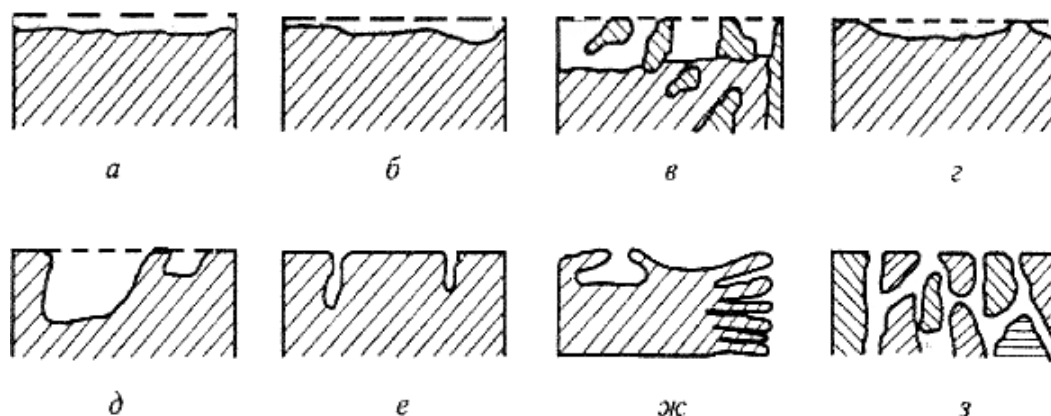

Рисунок 1 – Виды коррозионных разрушений
3. По характеру изменения поверхности металла или сплава различают несколько видов коррозионных разрушений (рис. 1).
Укажите, используя рисунок 1, какой вид коррозионных разрушений соответствует типу:
коррозионных разрушений (рисунок 1). Укажите, используя рисунок 1, какой вид коррозионных разрушений соответствует типу:
5. По характеру изменения поверхности металла или сплава различают несколько видов коррозионных разрушений (рисунок 1). Укажите, используя рисунок 1, какой вид коррозионных разрушений соответствует типу: